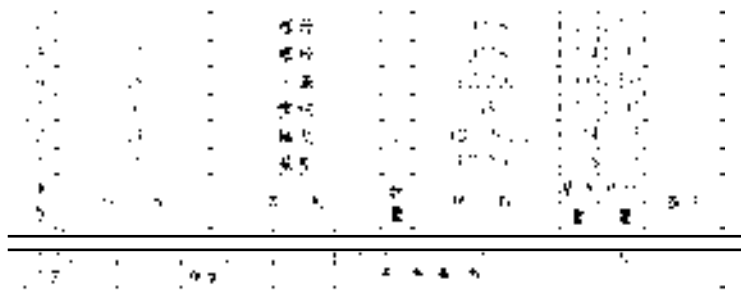

图 8.4.13 添加自定义参数后的材料明细表
Step5. 在 ▼ TBL REGIONS (表域) 菜单中选择 Update Tables (更新表) 命令，结果如图 8.4.13 所示。
说明：图 8.4.13 所示为调整文本高度因子后的结果。